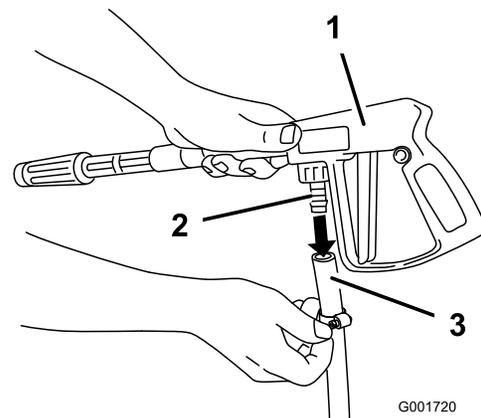

Figura 19
- Conecte el extremo libre de la manguera larga al acoplamiento de la pistola de pulverización (Figura 19).